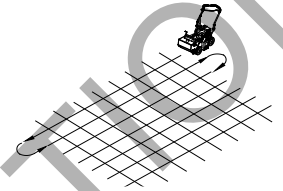

Abb. 7
- Um das beste Ergebnis zu erzielen, sollten Sie immer in zwei Durchgängen bei jeweils halber Saatgeschwindigkeit kreuzweise arbeiten. (Siehe Abb. 7 und 8)
Schneiden Sie vor Beginn der Arbeiten den Rasen kürzer als üblich (z. B. 5 cm bei Festuca) Um ein möglichst gutes Ergebnis zu erzielen, sollten Sie kreuzweise vertikutieren und nachsäen (siehe Abb. 7 und 8).